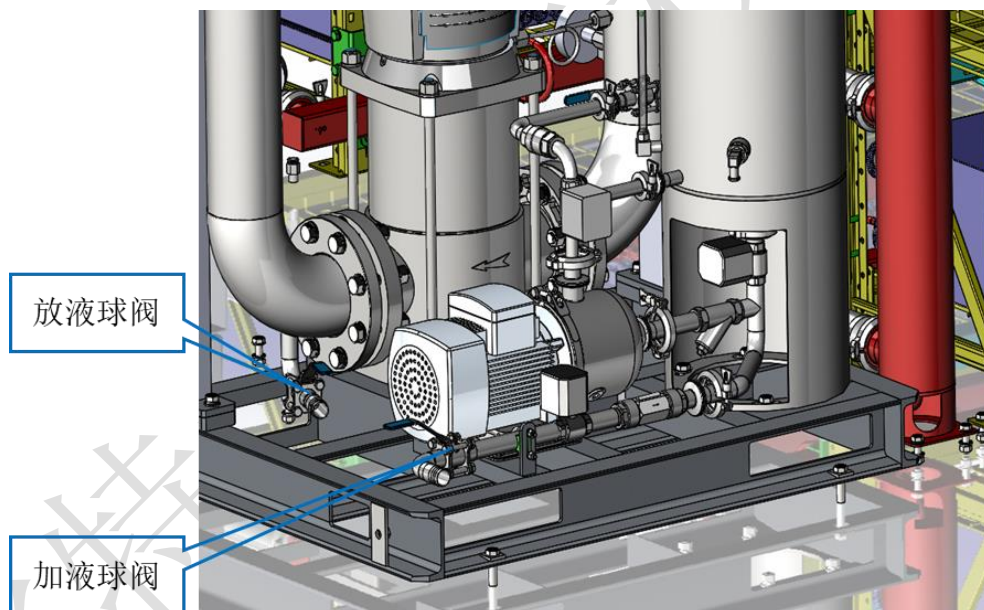

图 10-3 泵站放液球阀位置
- 找到放液球阀位置（见图 10-3）。
- 将放液软管接至放液球阀处，使用喉箍卡紧；将软管引至设备外，打开 V202 号阀门（图 10-3），即可对系统进行排污。